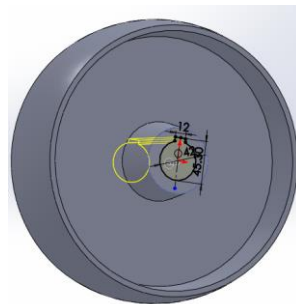

图 2-6 拉伸切除
(4)单击特征工具栏中的拉伸切除 ⌂ 按钮，启动拉伸切除特征，选择终止条件为“完全贯穿”，如图 2-6 所示。